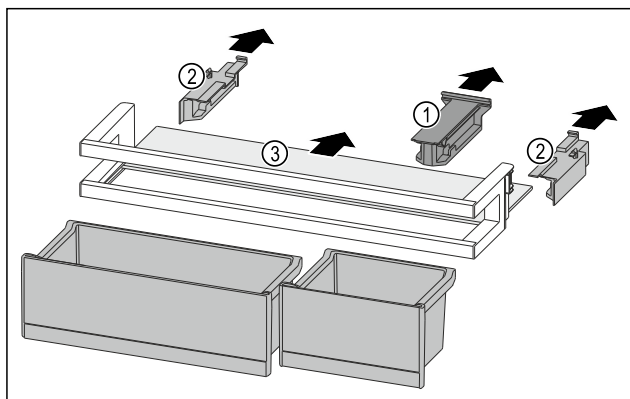

Fig. 121
- Skinite pridržni dio Fig. 121 (1).
- Skinite bočne dijelove Fig. 121 (2).
- Izvaditeolicu Fig. 121 (3).